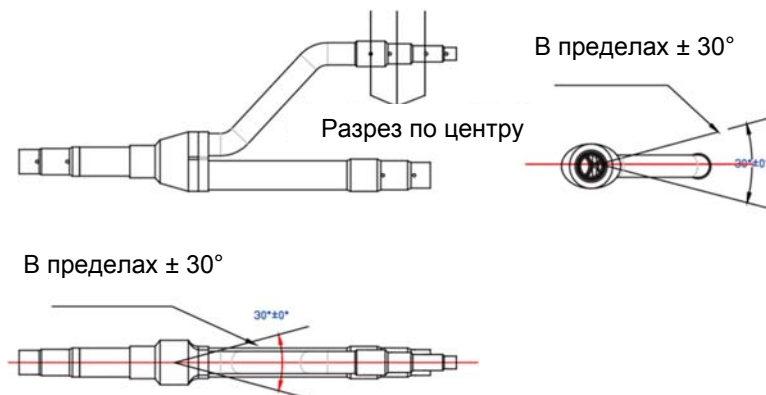

Рис. 4.3.11
(2) Отвод Y-типа имеет несколько секций труб с разными размерами, что облегчает их соответствие различным медным трубам. Используйте труборез, чтобы отрезать середину секции трубы соответствующего размера и удалить заусенцы. Смотрите Рис. 4.3.11.
(3) Отвод Y-типа должен быть установлен вертикально или горизонтально.